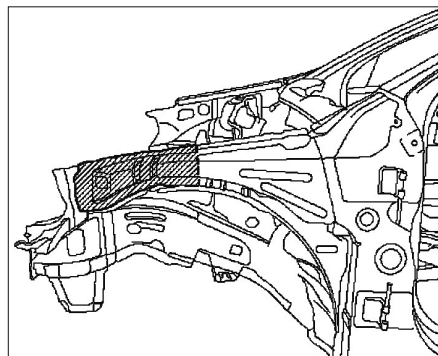

FIG. 3
- Séparer l'élément partiel de renfort de passage de roue (fig. 3).